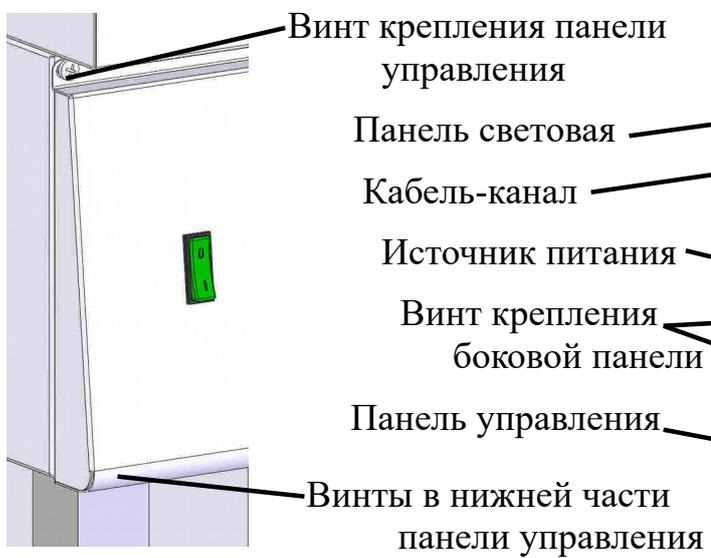
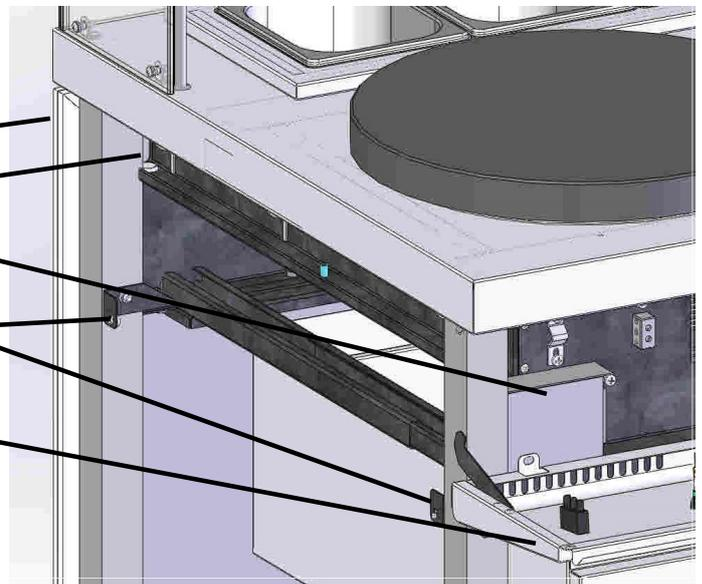

Рис.4
Рис.5
4.5 Выкрутите винты (см. рис.4) и откиньте панель управления. Снимите боковую панель (рис.5).
4.7 Источник питания закрепите как указано на рис.5. Заземление источника питания обязательно.